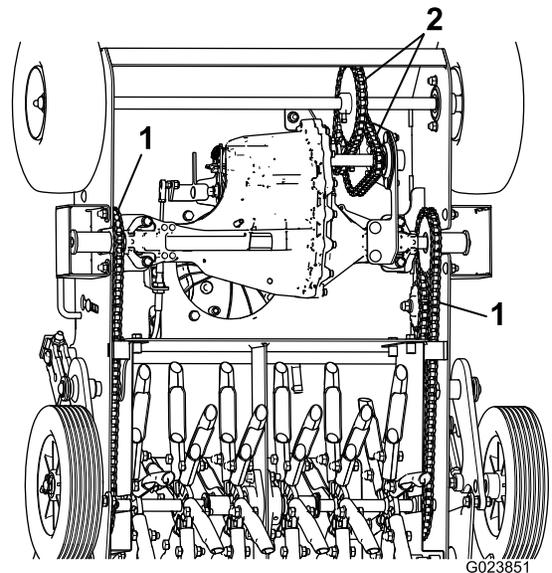

Figura 19
2. Eleve la parte delantera de la máquina para acceder a las cadenas (Figura 19) y bloquéela en el lugar.
3. Gire las ruedas delanteras y aplique aceite o lubricante para cadenas en los acoplamientos de los tramos inferiores de las cadenas de transmisión delanteras (Figura 19).
4. Inspeccione si las cadenas de transmisión delanteras (Figura 19) están desgastadas, dañadas y si tienen la tensión adecuada.
5. Gire los ejes de las púas y aplique aceite o lubricante para cadenas en todos los acoplamientos de los tramos inferiores de las cadenas de transmisión de las púas (Figura 19).